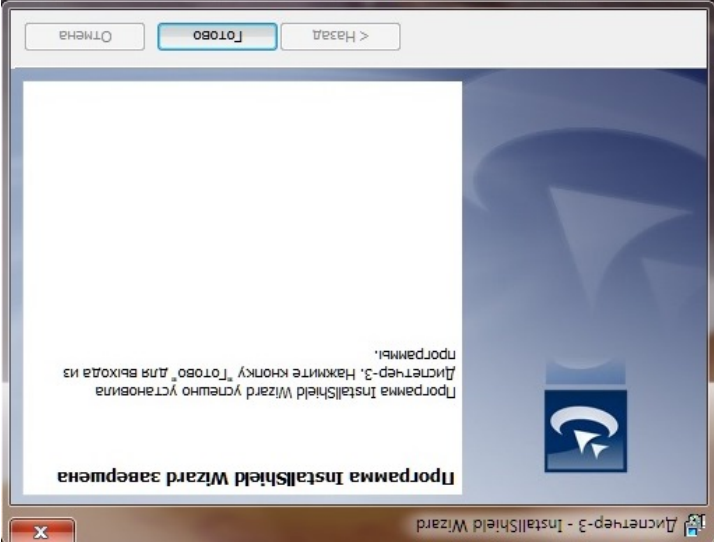

рис. 50
2.27 После успешного окончания установки, нажать кнопку «Готово», рис. 50: